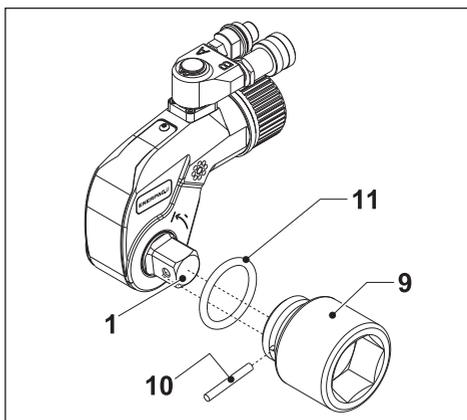

图 4
- 要拧紧螺栓时，将方驱安装在图4所示位置。
3.4.1 安装六角套筒（图 4）
3.4.2 拆下六角套筒（图 4）